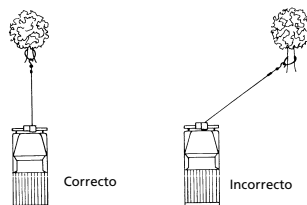

Figura 5
13. EVITE TIRAR CONTINUAMENTE DESDE ÁNGULOS EXTREMOS, ya que esto causará que el cable de alambre se apile en un extremo del tambor (Figura 5). Esto puede atorar el cable de alambre en el cabrestante, dañando tanto el cable de alambre como el cabrestante.